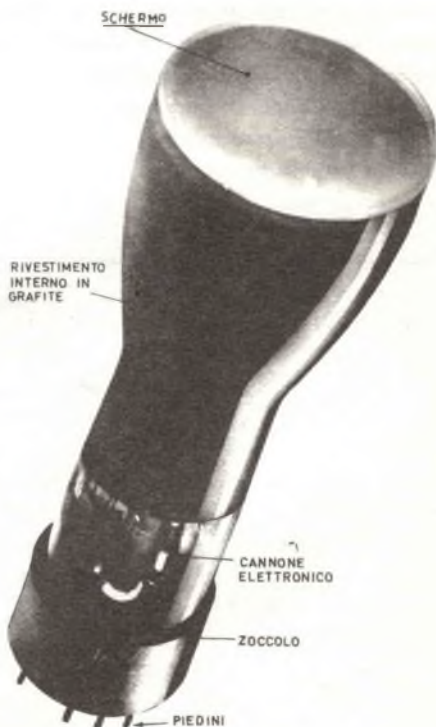

Fig. 3 - Tubo a raggi catodici usato nell'oscilloscopio.
**TUBO OSCILLOSCOPICO** - Il tubo a raggi catodici che viene adoperato è del tipo americano, contrassegnato dalla sigla 3BP1. Esso è stato scelto per le caratteristiche particolarmente favorevoli alla costruzione di un oscilloscopio di alta qualità e di dimensioni ridotte (fig. 3). Infatti il diametro dello schermo è di 76 mm, con una lunghezza totale di circa 254 mm.